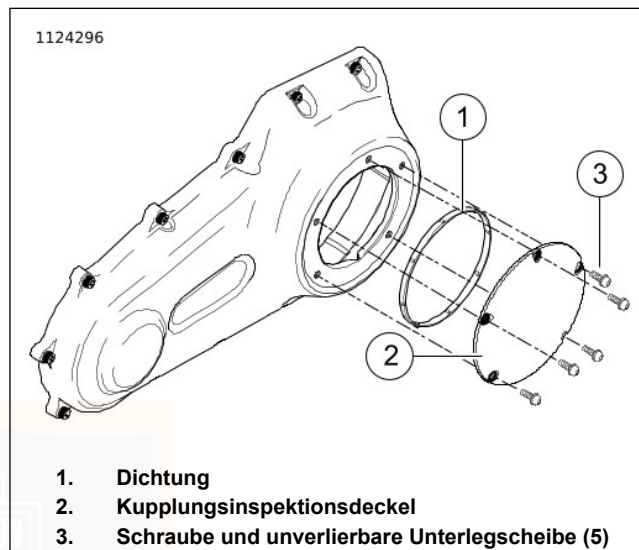
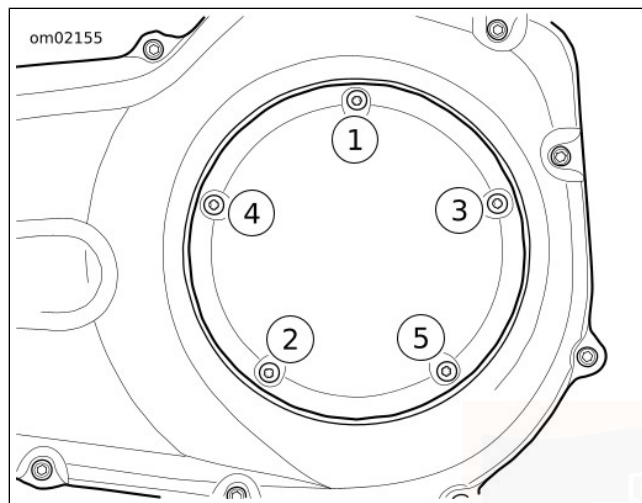

Abbildung 99. Kupplungsdeckel (Typisch)
Abbildung 100. Anzugsreihenfolge für Kupplungsdeckel
6. Siehe Abbildung 99. Schrauben (3) und Kupplungsinspektionsdeckel (2) entfernen.
7. Dichtung (1) entfernen. Das Öl von der Nut im Kettengehäusedeckel und der Befestigungsfläche abwischen.
- b. Siehe Abbildung 99. Die **neue** Dichtung (1) in die Nut des Kupplungsinspektionsdeckels (2) einsetzen. Jede Noppe auf der Dichtung in die Nut drücken.
- c. Den Kupplungsinspektionsdeckel (2) mit Schrauben und unverlierbaren Unterlegscheiben (3) sicher befestigen.
- d. Siehe Abbildung 100. In der angegebenen Reihenfolge auf folgendes Drehmoment anziehen: 9,5–12,2 N·m (84–108 in-lbs).